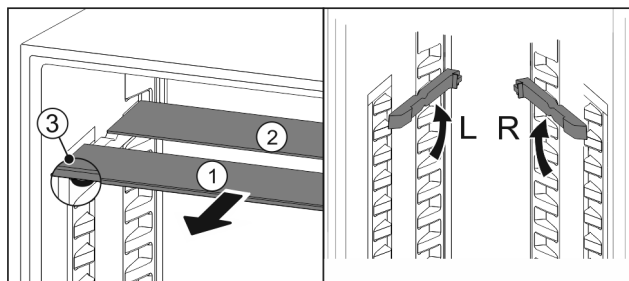

Fig. 20
- ▶ estrarre i ripiani di vetro singolarmente tirando in avanti Fig. 20 (1).
- ▷ Il piano in vetro Fig. 20 (1) con il motivo ornamentale è nella parte anteriore.
- ▷ I fermi Fig. 20 (3) sono rivolti verso il basso.